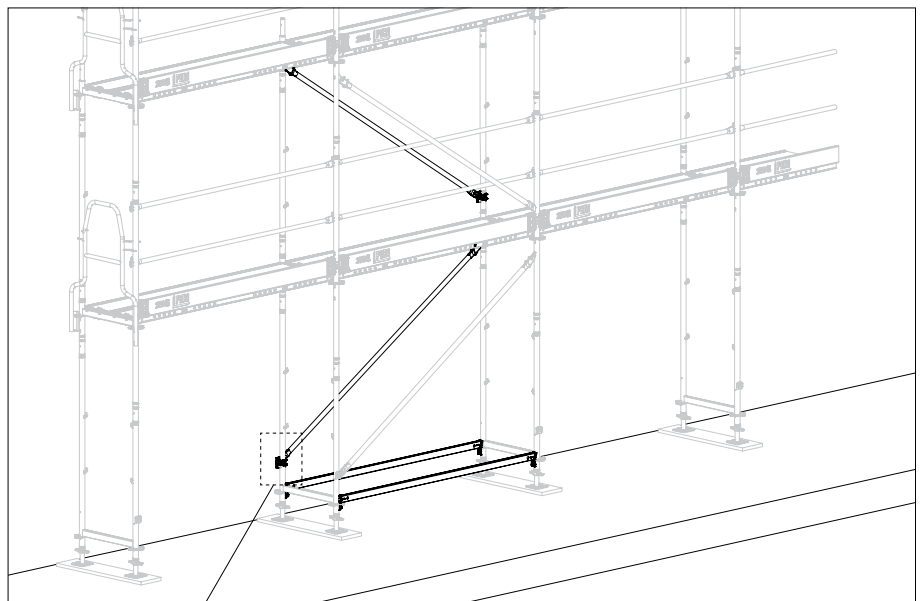

Abb. A5.07
- Innendiagonale ist montiert. (Abb. A5.07)